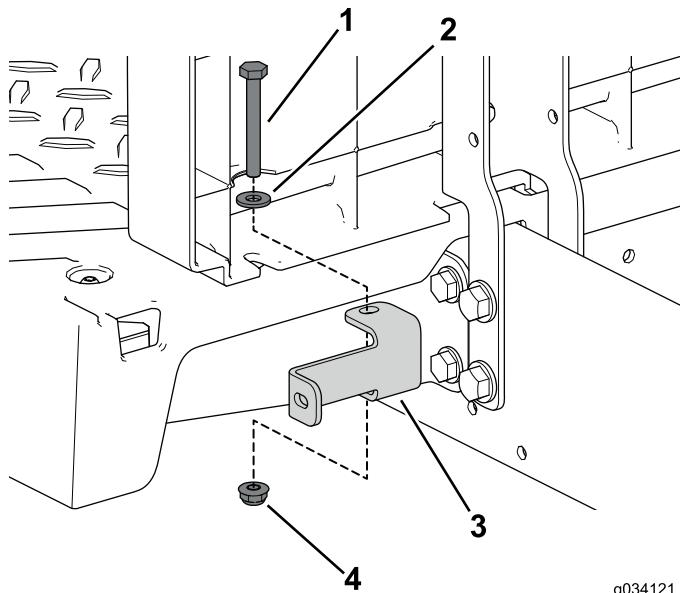

Рисунок 41
- С помощью 2 болтов (1/4 x 2 дюйма), шайбы и контргайки прикрепите левый и правый кронштейны панели к автомобилю (Рисунок 41).